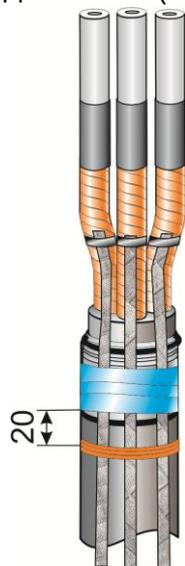

Рис.8
8.Для кабеля с бронёй. Провода заземления уложить на оболочке в 20 мм от среза и закрепить бандажом из проволоки (Рис.8).